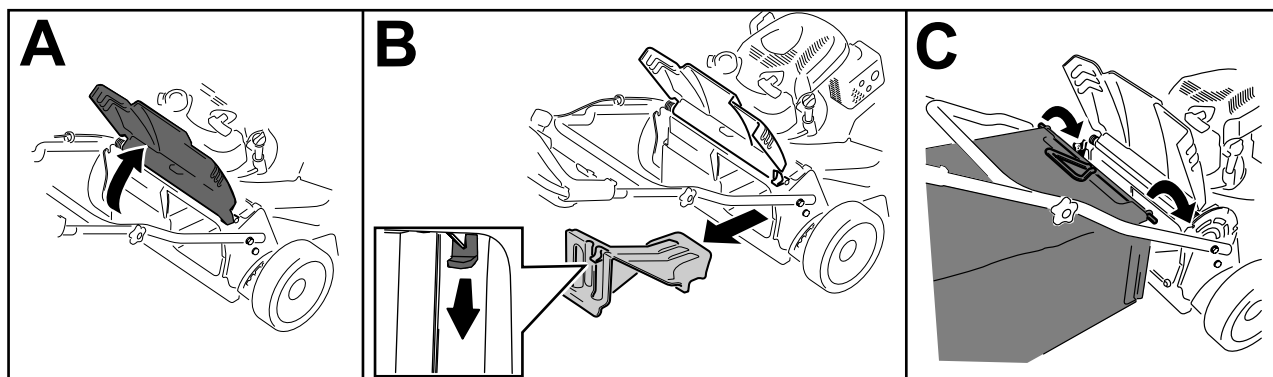

Figura 24
1. Sollevare il deflettore posteriore e tenerlo sollevato (A della Figura 24).
2. Rimuovete il coperchio di scarico posteriore abbassando il fermo con il pollice ed estraendo il coperchio dalla macchina (B della Figura 24).
3. Installate l'asta del cesto nelle tacche alla base della stegola e fate oscillare il cesto avanti e indietro per accertarvi che l'asta sia posizionata in fondo a entrambe le tacche; (riquadro C della Figura 24)